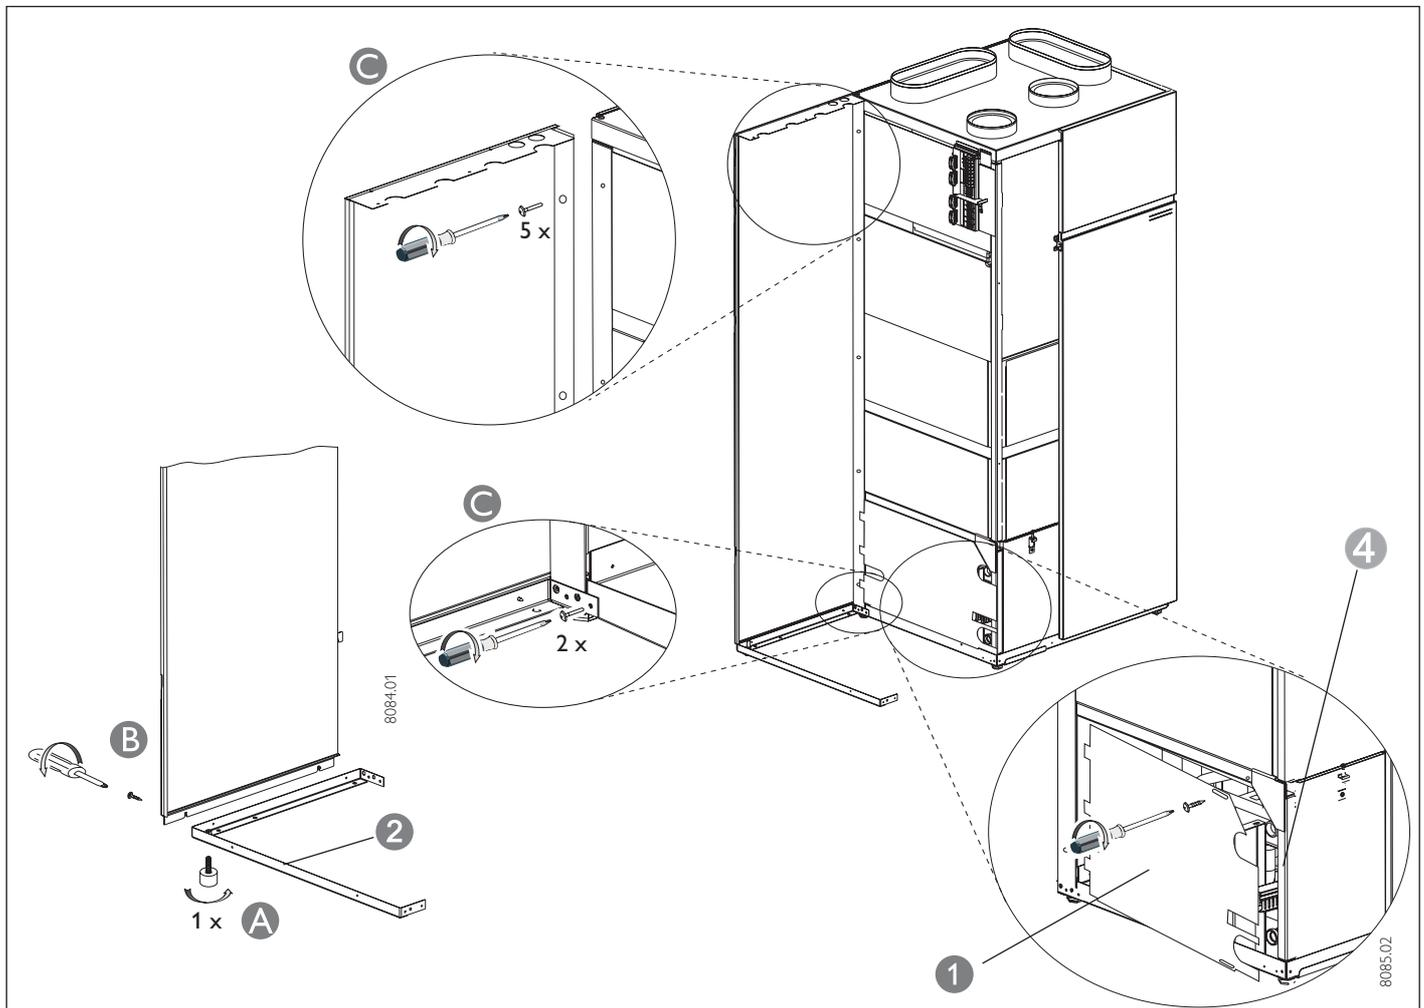

Abb. 9
- ⇒ Je einen kleinen Stellfuß (enthalten im Beipack) in den Winkel **2** und in die Leiste **3** hineindreihen **A** (Abb. 9 und 10).